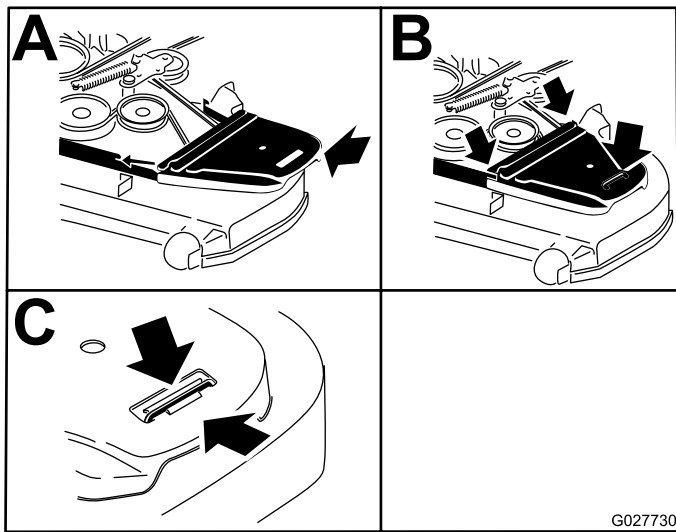

Figure 88
14. Reposez les protège-courroies (Figure 88).